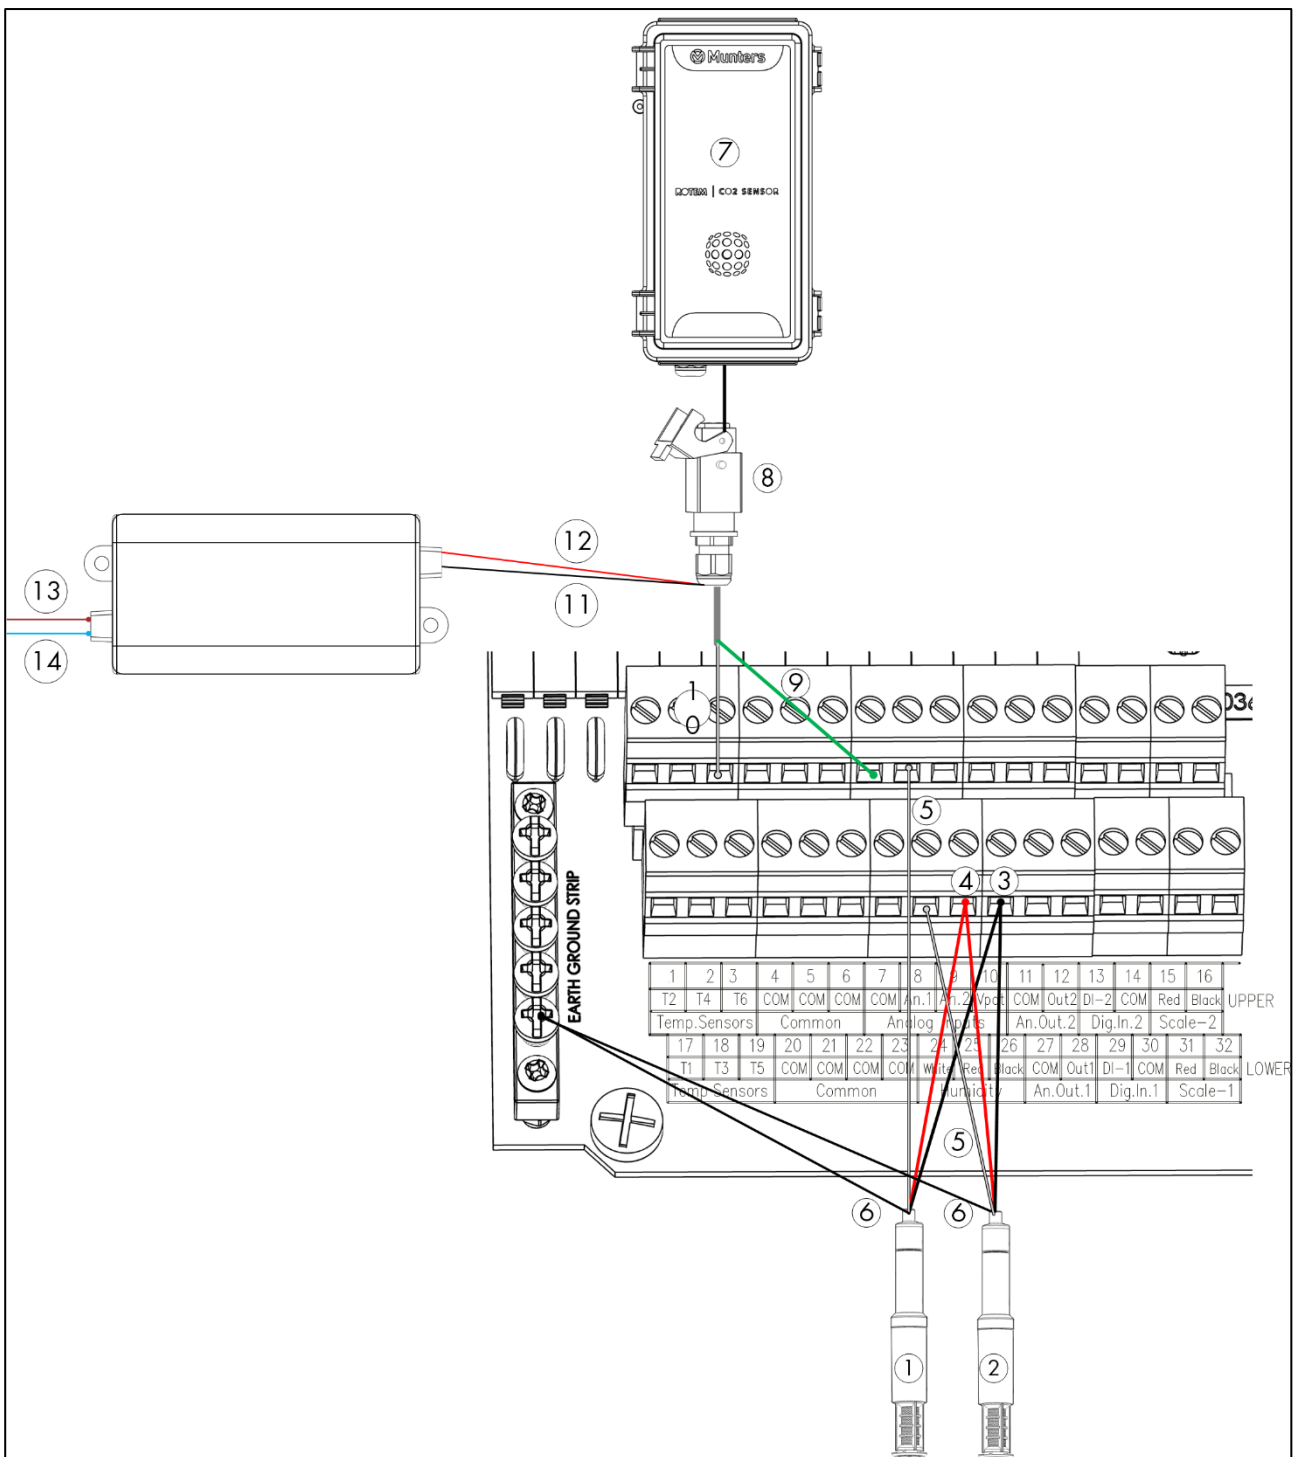

Figura 25: Fiação do Sensor de CO2 e Segundo Sensor de Umidade
1. Ligue os sensores (Figura 25).